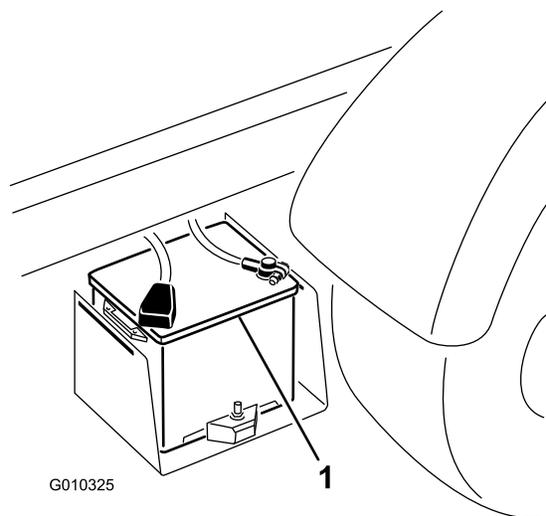

Рисунок 50
2. Соедините кабелем для подключения от внешнего источника положительные штыри двух аккумуляторных батарей (Рисунок 50).